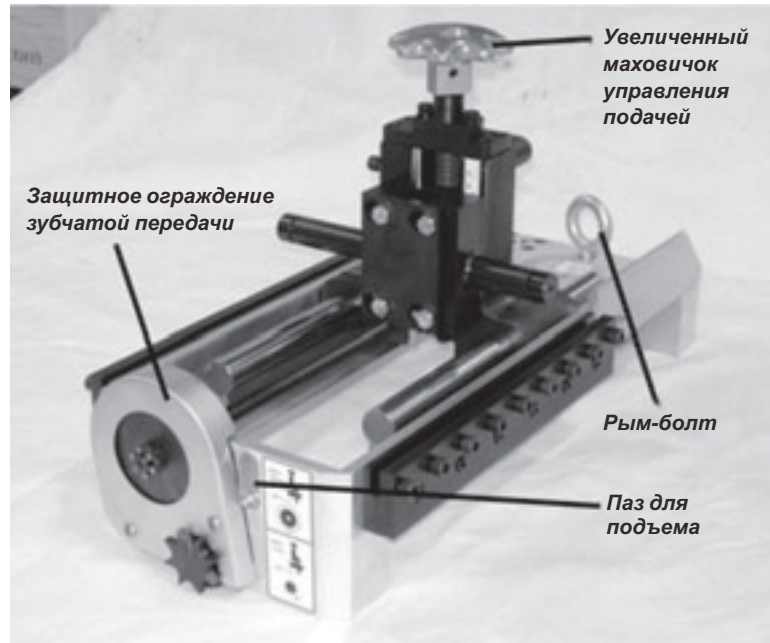

Рис. 2-1. На изображении показаны средства снижения эксплуатационных опасностей суппорта мостового типа.
Средства снижения эксплуатационных опасностей суппорта мостового типа показаны на рис. 2-1.
- Все модели суппорта мостового типа оснащены подъемной проушиной и пазом для крюка, см. Рис. 2-1. Обязательно крепите подъемные устройства к указанным точкам.